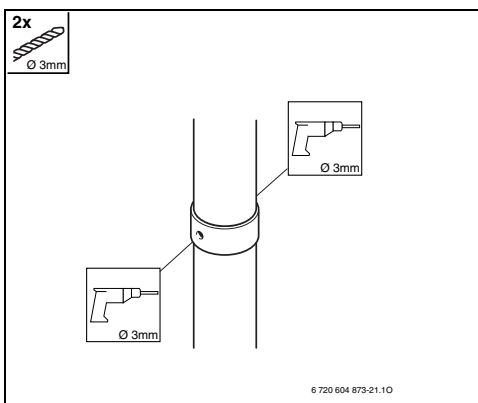

Fig. 33
► Abrir dos orificios de Ø 3 mm, en el tubo del aire de combustión. Profundidad máxima del orificio 8 mm! En ningún caso podrá el tubo de gases de combustión ser dañado (Fig. 33 ).